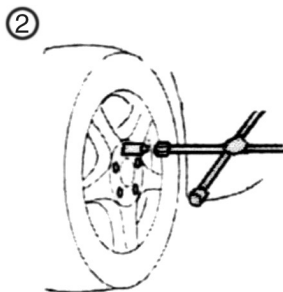

Bild 2
3. Demontera bulten med ett fälgkors. Detta för att få ett jämnt drag utan slag eller ryck. (Bild 2.)